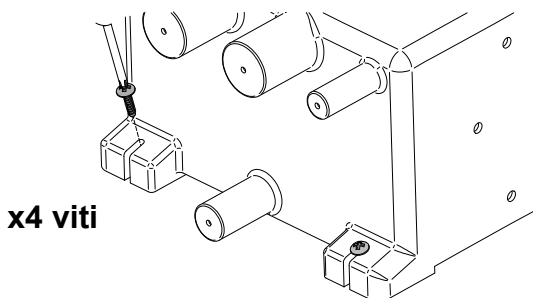
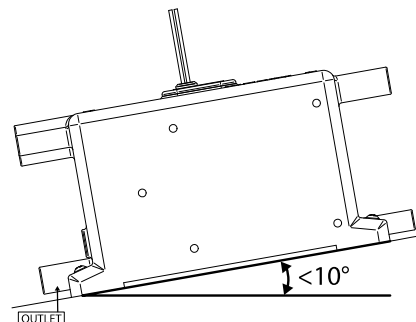

Figura 5 – Fissaggio del pozzetto di raccolta
Figura 6 – Angolo di installazione massimo possibile
| 9. Risoluzione dei problemi                | Figura 5      | Fissaggio del tubo flessibile all'apertura del pozzetto di raccolta   |
| 10. Preparazione per l'inverno             | Figura 6      | Piani di cablaggio  |
**Passo 2:** Il pozzetto di raccolta deve essere fissato usando 4 viti appropriate attraverso i piedi di appoggio del pozzetto di raccolta, come illustrato nella figura 5. **NOTA BENE:** l'angolo del pozzetto di raccolta non deve superare i 10° (figura 6). **NOTA BENE:** non avvitare direttamente allo scafo – il montaggio **DEVE** avvenire su una paratia o su una tavola supplementare.